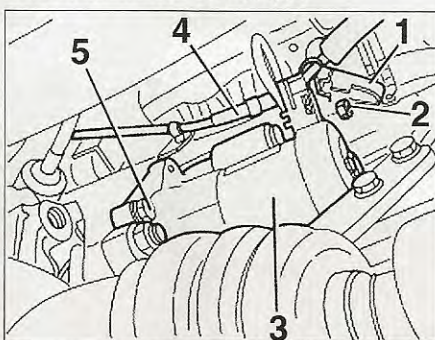

FIG. 13
- Separar la protección (1) de los cableados eléctricos en el motor de arranque (fig. 13).
- Desmontar la tuerca de fijación (2) del cableado en el motor de arranque.
- Retirar el cableado (4) del motor de arranque (3).
- Desmontar el tornillo de fijación inferior (5) del motor de arranque.